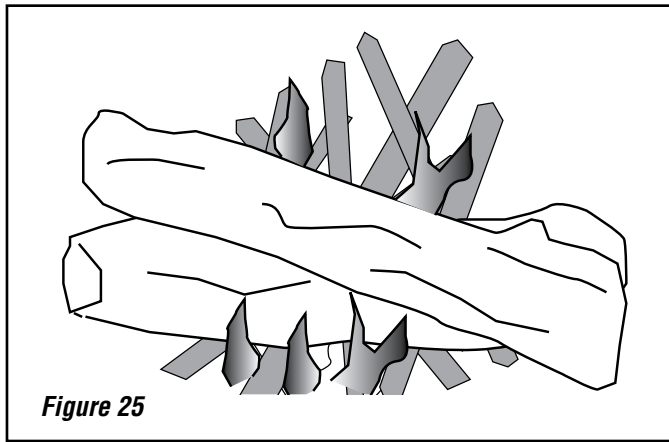

Figure 25
6. Pour obtenir les meilleurs résultats, utiliser de petits morceaux de bois afin de faire monter la température du poêle, puis charger de plus gros morceaux pour maintenir la flambée. Si nécessaire, entrouvrir la porte pour permettre l'allumage de la charge de combustible. Ne pas laisser l'unité sans surveillance quand la porte avant est légèrement ouverte. Après quelques minutes de forte flambée, ajouter des morceaux de bois plus gros puis régler le registre de gauche en fonction de la production de chaleur voulue. Vérifier l'évacuation toutes les 15 à 20 minutes (voir Figure 25). Une fumée importante indique que le réglage est incorrect (trop élevé ou trop faible). Ajuster le réglage puis revérifier 5 à 10 minutes plus tard.